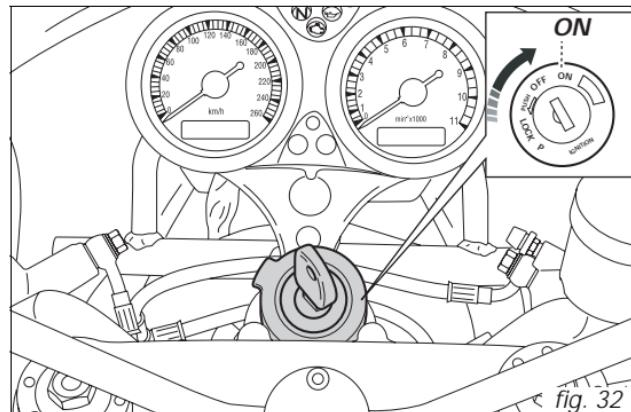

fig. 32
- 1) Spostare l'interruttore d'accensione sulla posizione **ON** (fig. 32). Verificare che la spia verde **N** e quella rossa  sul cruscotto risultino accese.